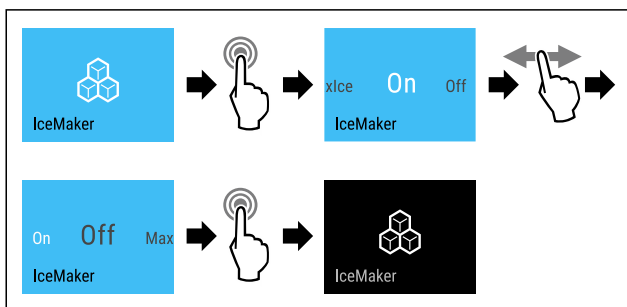

Fig. 23 Ilustrační zobrazení s aktivní funkcí IceMaker
- ▶ Proved'te akční kroky (viz Fig. 23) .